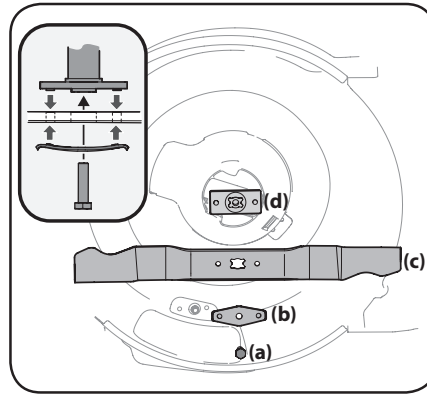

Figure 4-6
3. Retirez le boulon (a) et le support de la lame (b) qui fixent la lame et l'adaptateur au vilebrequin du moteur. Voir Figure 4-6.
4. Retirez la lame (c) et l'adaptateur (d) du vilebrequin. Voir Figure 4-6.
6. Lubrifiez le vilebrequin du moteur et la surface interne de l'adaptateur de la lame avec une huile légère. Installez l'adaptateur (d) sur le vilebrequin. Assurez-vous d'installer la lame avec le côté marqué « Grass side » (ou estampé du numéro de pièce) face au sol. Veillez à ce que la lame soit alignée et bien placée sur les brides de l'adaptateur. Voir Figure 4-6.